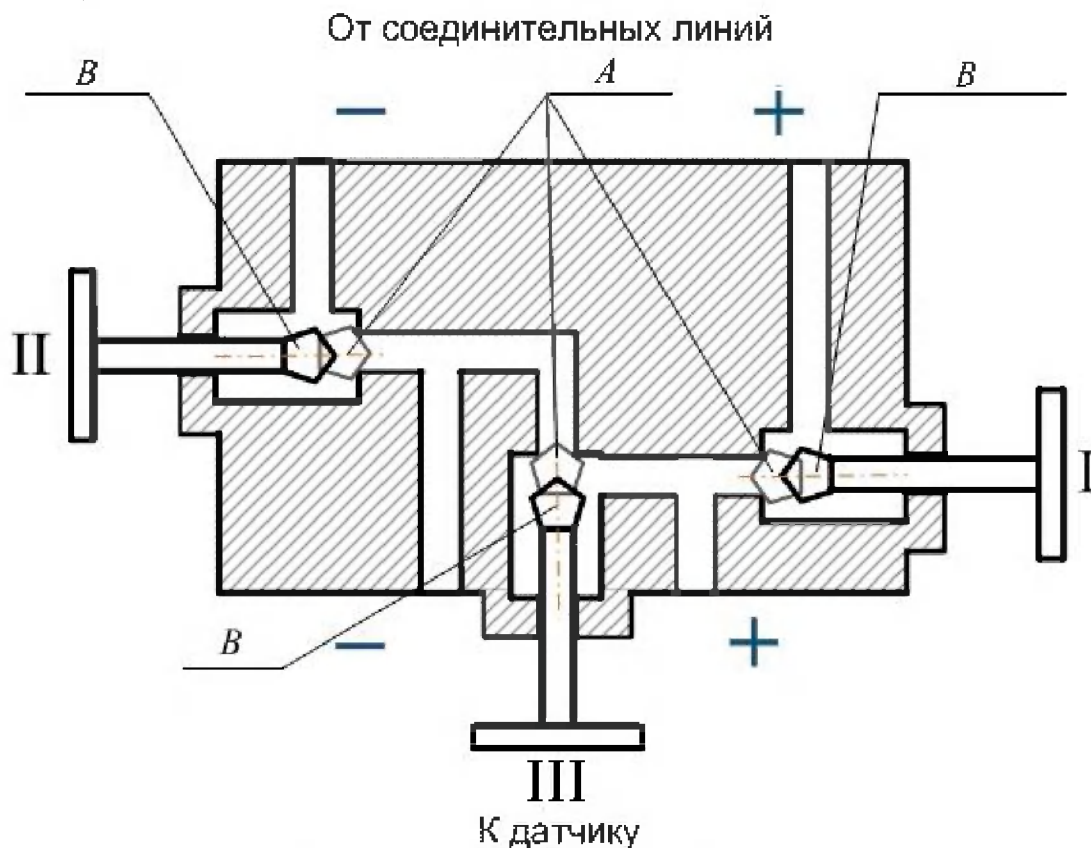

Рисунок 1 — Схема клапанного блока
2.2.8 Для исключения случаев возникновения односторонних перегрузок в процессе эксплуатации датчиков разности давлений необходимо строго соблюдать определенную последовательность операций во время включения датчика в работу при использовании клапанного блока (рисунок 1):